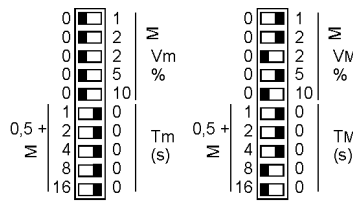

Fig.2
In ogni finestrella si trovano i dip-switches per la regolazione della soglia e del corrispondente timer (fig.2).
Per fissare VM all'8% della tensione nominale, ed il tempo di ritardo a 24,5 sec, si deve operare come segue, all'interno della prima finestrella (fig.2):
In each small window there are the switches for the regulation of the max set point (VM) and of the delay timer.(fig. 2)
For setting VM at 8% of the nominal voltage, and the delay timer at 24,5 sec, activate the following switches: (fig.2)